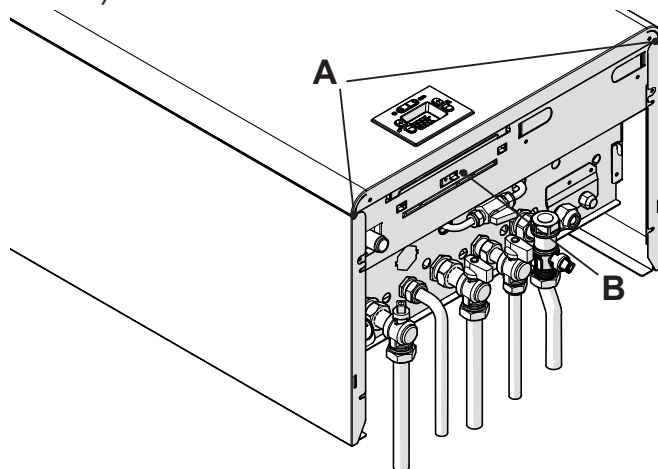
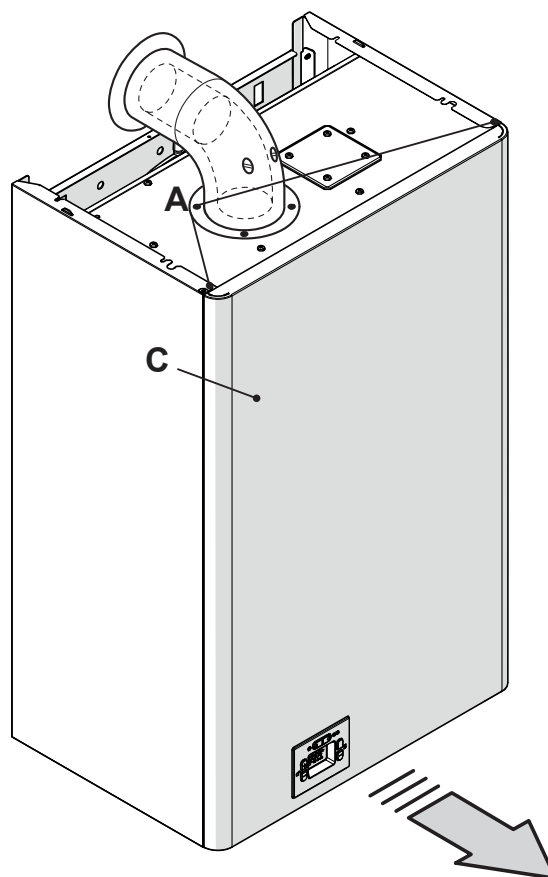
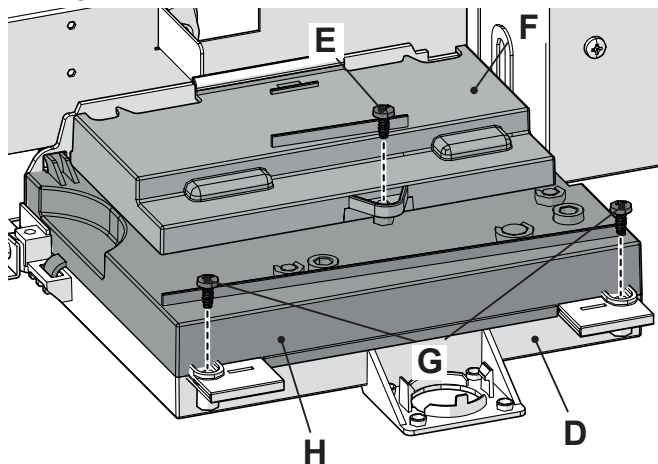

Figura 9.27
Figura 9.28
Figura 9.29
tale **C** tirandolo a sé (Figura 9.27 - Figura 9.28).
- Svitare la vite **B** (Figura 9.27) e ruotare il quadro di caldaia **D**, come illustrato in Figura 9.29.
per liberare i cavi dai pressacavi (Figura 9.29).
- Svitare le viti **G** e sollevare il coperchio **H** (Figura 9.29).